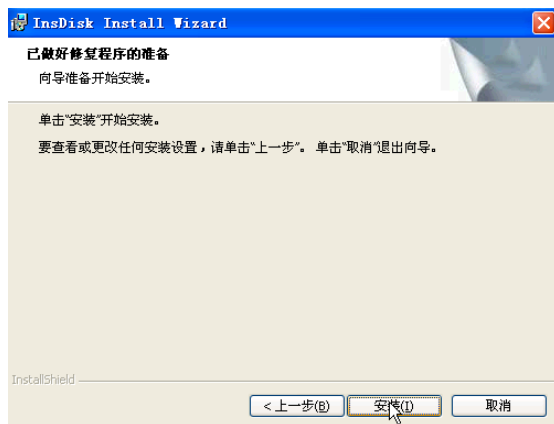

图 5-4 已经做好准备
(5) 单击“下一步”按钮，已经做好准备，如图 5-4 所示。